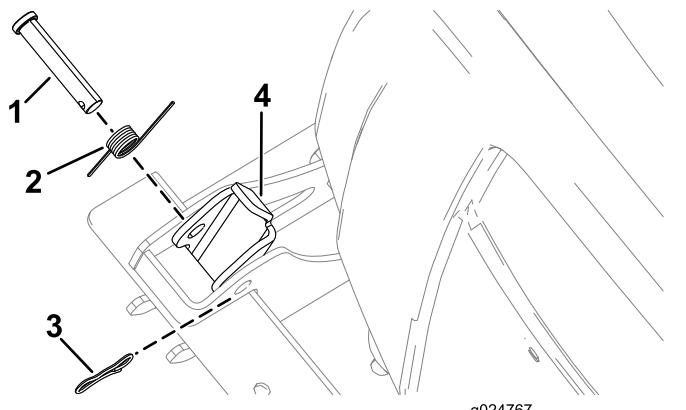

図 20
1. クレビスピングについているヘアピンを抜き取る図 20。
2. ラッチからクレビスピングとスプリングを外す 図 20。